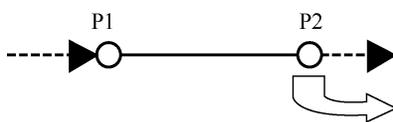

图 1-13 示教点的运动方式示意图
- (1) 示教点 1、示教点 2 (P1、P2) 的坐标数据。
- (2) 由示教点 1 向示教点 2 移动的速度。
- (3) 机器人在示教点的工作状态 (焊接或空走)。
- (4) 由示教点 1 向示教点 2 移动的运动方式 (插补), 如图 1-13 所示。